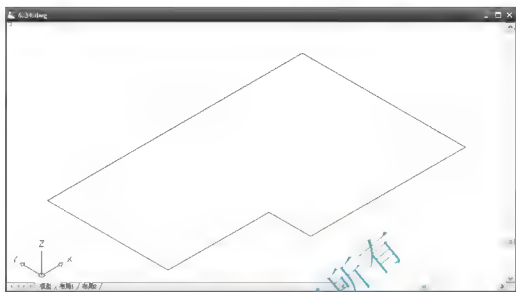

图 6.34 调整视图
(2) 选择菜单栏中的【视图】|【三维视图】|【西南等轴测】命令, 将视图调整为轴测视图状态, 结果如图 6.34 所示。
(3) 选择菜单栏中的【绘图】|【建模】|【拉伸】命令。
① 在选择要拉伸的对象: 提示下, 选择图 6.34 中多段线变成的面域, 按 Enter 键。